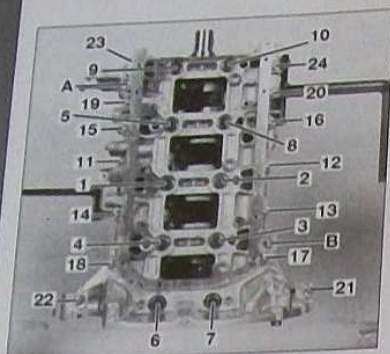

FIG. 52
- Monter le carter de chapeaux de paliers de vilebrequin sur le carter cylindres en le centrant avec les 2 piges PSA 194.N en (A) et (B) (Fig.52).